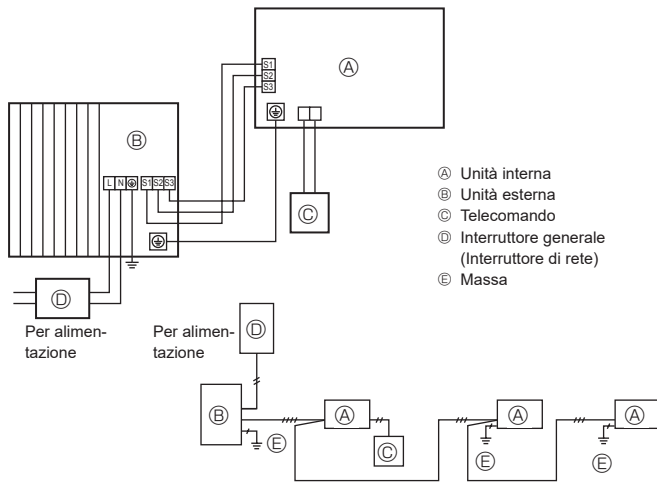
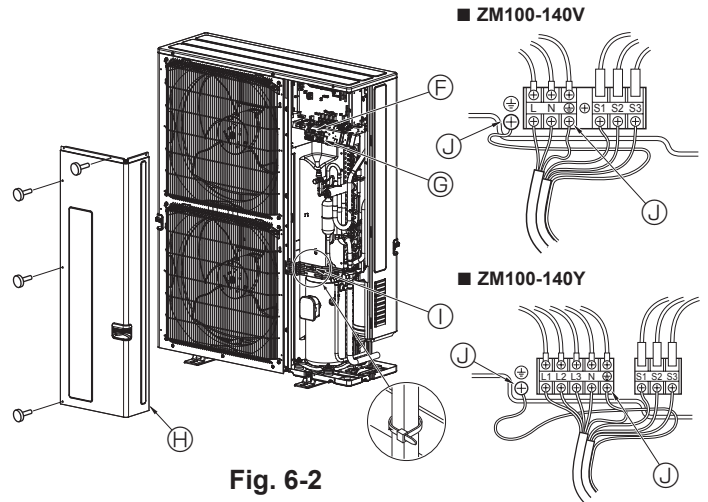

Fig. 6-1
Fig. 6-2
### 6.1. Unità esterna (Fig. 6-1, Fig. 6-2)
- ① Rimuovere il pannello di servizio.
- ② Posizionare i cavi secondo la Fig. 6-1 e la Fig. 6-2.